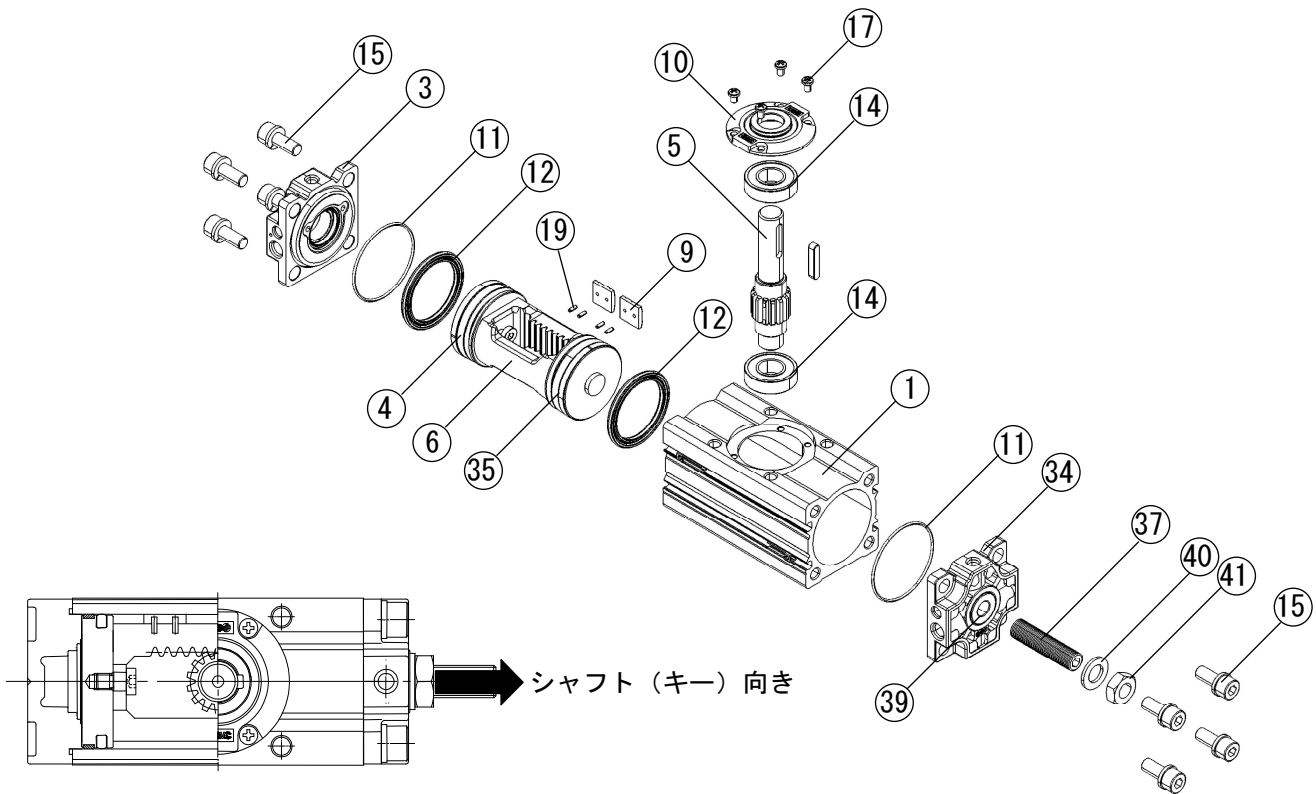

図 19 シャフトの組付方向
① 本体 (内径摺動面)	GR-S-10
④ ③⑤ ピストン (パッキン溝部)
⑨ スライダ (摺動面)
⑪ チューブガスケット
⑫ ピストンパッキン
④⑩ シールワッシャ
- (2) チューブガスケット ⑪ を左側カバー ③ に装着して本体 ① に取り付け、座金付六角穴付ボルト ⑮ で固定する。
- (3) ラック ⑥ とピストン ④ ③⑤ を本体に挿入し、下部ベアリング ⑭ を本体内のハウジングに装着する。このとき、ピストンパッキン ⑫ は本体ハウジング部を通過するので損傷しないよう慎重に挿入する。
- (4) ラックとピストンを左側カバー ③ に当たるまで押した後、シャフト ⑤ を本体に挿入する。このとき、キー溝の方向は図 19 に示すように右側カバー ③④ の方向となるように組み立てる。
- (5) 上部ベアリング ⑭ とベアリング押エ ⑩ をシャフトおよび本体に装着し、十字穴付タッピンネジ ⑰ で固定する。
- (6) 六角穴付止メネジ ③⑦ にシールワッシャ ④⑩ と六角ナット ④① を取り付け、右側カバーの角度調整用カラー ③⑨ に取り付ける。
- (7) チューブガスケットを右側カバーに装着して本体に取り付け、座金付六角穴付ボルトで固定する。
- (8) 組立完了後作動テストおよび外部への空気漏れについて点検する。